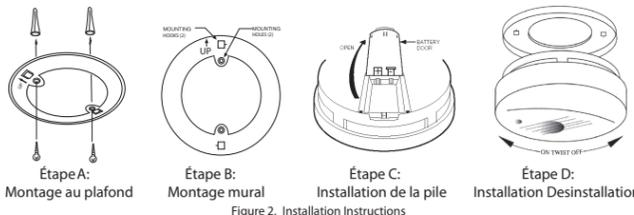

Figure 2. Installation Instructions
- B.) Vertical lorsque installé au mur (voir Figure 2)
- 6.4 Comme indiqué sur les Figures 2, fixez la plaque de montage au mur ou au plafond. Utilisez les vis et les fixations fournies pour fixer la plaque de montage.